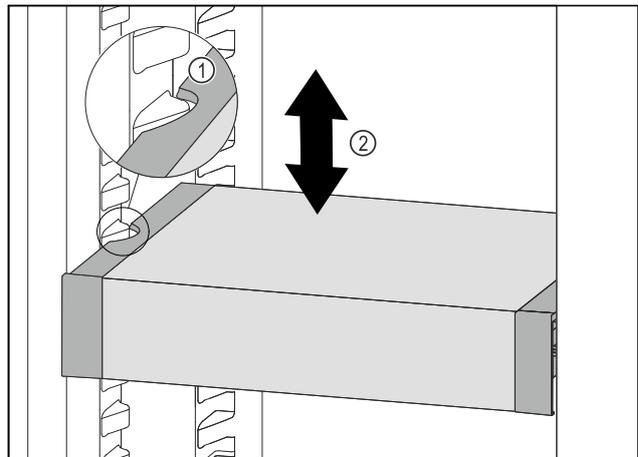

Fig. 102
- ▶ Tire del VarioSafe hacia delante hasta que los huecos laterales del VarioSafe se encuentren a la altura de la nervadura del recipiente en el compartimento del frigorífico. *Fig. 102 (1)*
- ▶ Mueva el VarioSafe hacia arriba o hacia abajo en el compartimento del frigorífico hasta alcanzar la altura deseada. *Fig. 102 (2)*